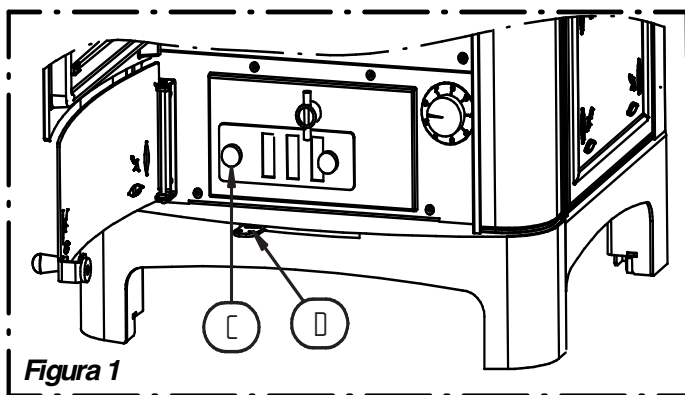
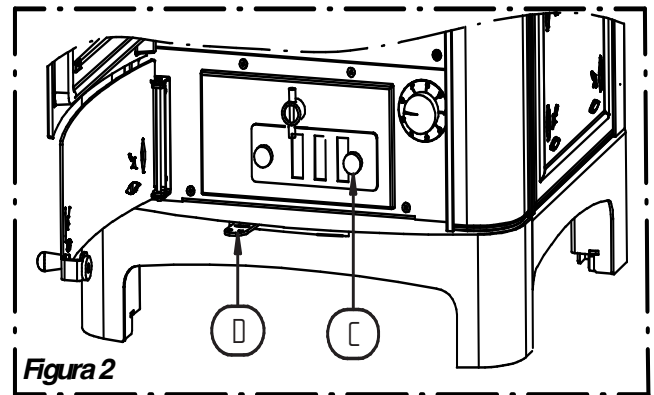
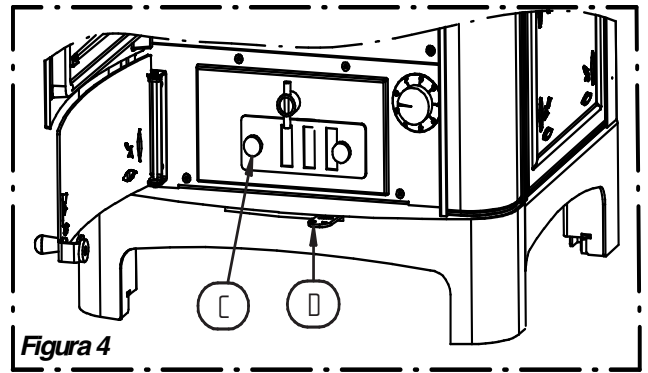

Figura 1
Figura 2
Figura 4
Per avviare la thermostufa aprire completamente il *regolatore aria di combustione primaria manuale C* (tutta aperta verso sx), aprire completamente la *leva regolazione aria di combustione secondaria manuale D* (tutta aperta verso sx) (figura 1), aprire completamente il termostato automatico aria comburente fino alla pos. 8 e assicurarsi che la griglia di combustione sia libera da eventuali ostruzioni. Fare una piccola fiammella usando carta o cartone con trucioli o piccoli pezzi di legno , aggiungendo via via pezzi sempre più grossi. Quando la combustione sarà ben avviata , chiudere il *regolatore aria di combustione primaria manuale C* nella posizione di minima (quasi completamente chiusa verso dx - lasciare un' apertura di circa 2mm) , lasciare aperta la *leva regolazione aria di combustione secondaria manuale D* nella posizione di massima (tutta aperta verso sx) e chiudere il termostato automatico aria comburente fino alla pos. 0 (figura 2). La pompa riscaldamento entrerà in funzione non appena il termostato anticondensa tarato a 60°C darà il consenso al circolatore impianto di attivarsi. La potenza utile si raggiunge usando combustibile con pezzatura del diametro di circa 7-8 cm , ovviamente è possibile utilizzare pezzatura più grande a scapito di una minore potenza. Per ravvivare il fuoco, utilizzando l'attizzatoio in dotazione liberare la griglia dalle ceneri combuste.
Per avviare la thermostufa aprire completamente il *regolatore aria di combustione primaria manuale C* (tutta aperta verso sx), aprire completamente la *leva regolazione aria di combustione secondaria manuale D* (tutta aperta verso sx) (figura 1), aprire completamente il termostato automatico aria comburente fino alla pos. 8 e assicurarsi che la griglia di combustione sia libera da eventuali ostruzioni. Fare una piccola fiammella usando carta o cartone con trucioli o piccoli pezzi di legno , aggiungendo via via pezzi sempre più grossi. Quando la combustione sarà ben avviata , chiudere il *regolatore aria di combustione primaria manuale C* nella posizione di minima (tutta chiusa verso dx) e chiudere la *leva regolazione aria di combustione secondaria manuale D* (tutta chiusa verso dx) (figura 4). Regolare l'afflusso dell'aria comburente attraverso la *manopola regolazione termostato automatico aria comburente B* in funzione delle effettive necessità di assorbimento dell'impianto. La pompa riscaldamento entrerà in funzione non appena il termostato anticondensa tarato a 60°C darà il consenso al circolatore impianto di attivarsi. La potenza utile si raggiunge usando combustibile con pezzatura del diametro di circa 7-8 cm , ovviamente è possibile utilizzare pezzatura più grande a scapito di una minore potenza. Per ravvivare il fuoco, utilizzando l'attizzatoio in dotazione, liberare la griglia dalle ceneri combuste.